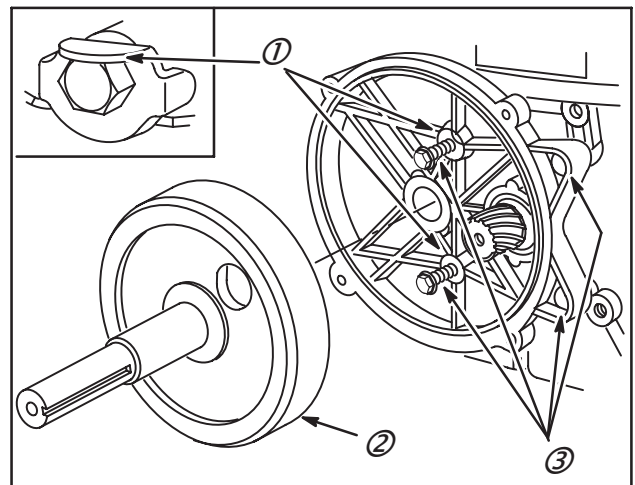
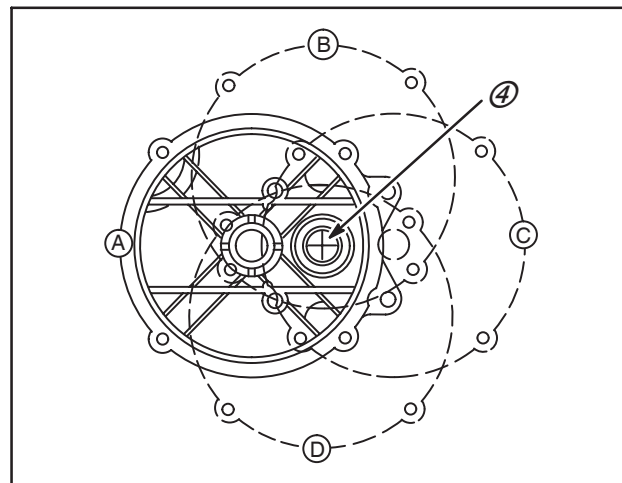

Fig. 34 – Dépose du réducteur
Fig. 36
1. Noter la position du réducteur, Fig. 36.
2. Déposer l'arbre (2) du réducteur.
3. Rabattre les deux freins de vis (1, si équipés). Enlever les quatre vis de fixation du couvercle (3).
4. Déposer le réducteur du moteur, Fig. 34.
NOTE : La position du boîtier de palier standard est à 9 heures (A), par rapport au vilebrequin (4) du moteur. Les positions optionnelles sont 12 heures (B), 3 heures (C) et 6 heures (D), Fig. 36.
3. Monter deux vis courtes (6) et les rondelles d'arrêt.
4. Installer les deux vis longues (7) et les freins de vis (5, si utilisés), les butées à plat.
Noter la position du réducteur sur le moteur, Fig. 36.